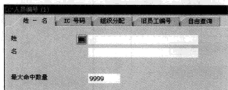

图 6-67 输入员工中文名缩写查询
STEP 1 登录 SAP 系统, 输入 PA30 命令, 在“维护人力资源主数据”界面中首先输入该员工的“人员编号”, 然后单击“”按钮, 输入员工的中文名缩写, 如图 6-67 所示。